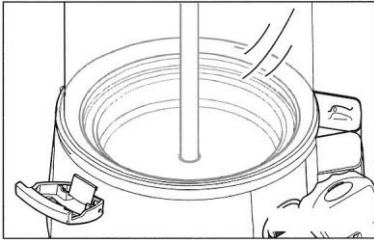

Рис. 34
5. На рис. 34 показан правильно установленный резервуар; он равномерно укладывается по всему краю подставки.